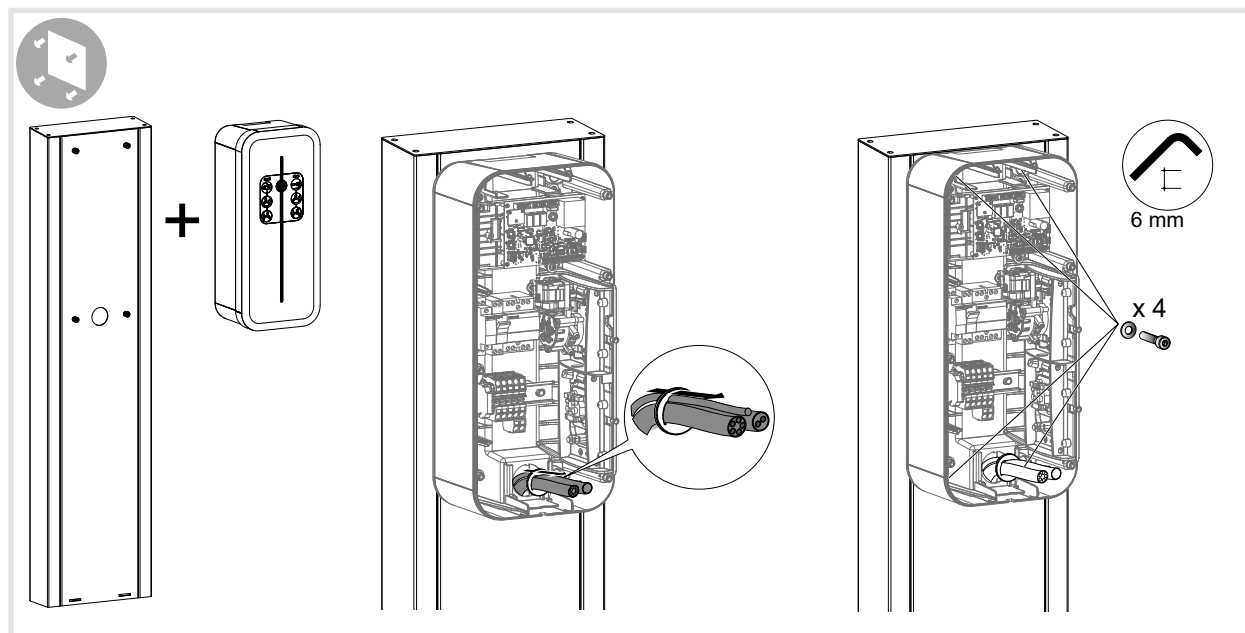

Bild 16: Montage an der Standsäule
- Gehäuse mit den vier Innensechskantschrauben 6 mm auf der Standsäule montieren (Bild 16).